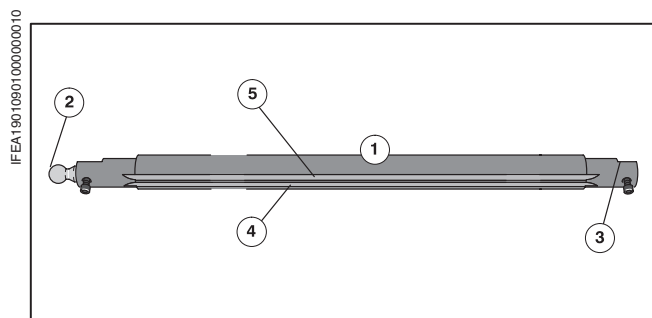

Рис. 2 Вал перфоратора
Шарообразный конец (Рис. 2/②) вала перфоратора (Рис. 2/①) расположен на стороне привода, сторона с проточкой (Рис. 2/③) - на стороне обслуживания.
Оба продольных паза на валу перфоратора служат для закрепления держателей перфорационных ножей. Нижний паз (Рис. 2/④) - позиция отвода от печатного цилиндра, верхний паз - позиция подвода (Рис. 2/⑤) к печатному цилиндру; т.е. фиксирующий винт держателей перфорационных ножей должен быть затянут в одном из пазов.